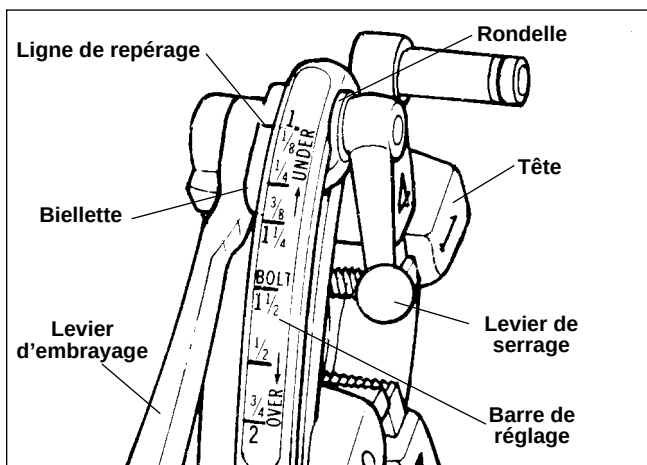

Figure 10 – Têtes de filière à ouverture rapide
7. a. Tête de filière à ouverture rapide (Figure 10) – Lorsque le filetage est terminé, relevez le levier d'embrayage pour dégager la tête et les filières.
Les têtes de filière N° 713 et N° 913 (Figure 10) pour pas à gauche nécessitent trois jeux de filières différents pour le filetage des tuyaux allant de 1/4" à 2" de diamètre. Chacun de ces jeux de filières est prévu pour le filetage des plages de diamètre suivantes : (1/4" à 3/8"), (1/2" à 3/4") et (1" à 2").